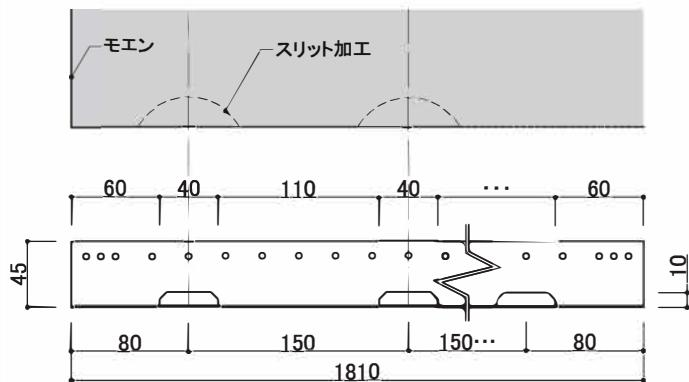

図1 スリット加工部用スター寸法図
- モエン下端はスリット加工をおこなうため、スリット加工部用スター(KE150A)のツメピッチに合わせ、スリット加工位置を墨出してください。(図1参照)